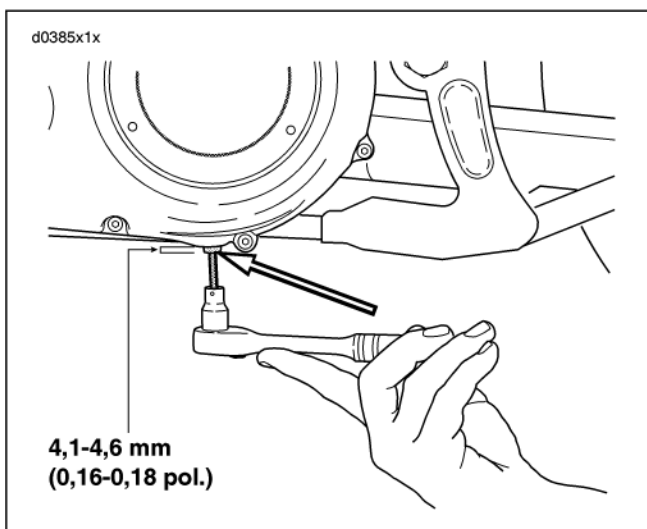

Figura 55. Rimozione/installazione del tappo di scarico del carter della catena
1. Vedere la Figura 55. Rimuovere il tappo magnetico di scarico alla base del carter della catena della trasmissione primaria. Scaricare l'olio in un apposito recipiente.